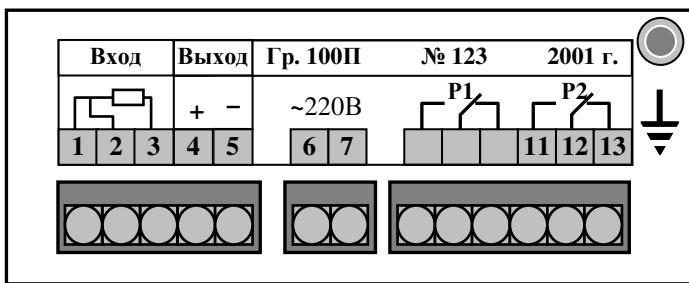

Рисунок 2 - Внешний вид задней панели
4.1.6 На задней панели (Рисунок 2 ) расположены разъёмы для подключения входных и выходных сигналов и напряжения питания, винт для заземления корпуса прибора.